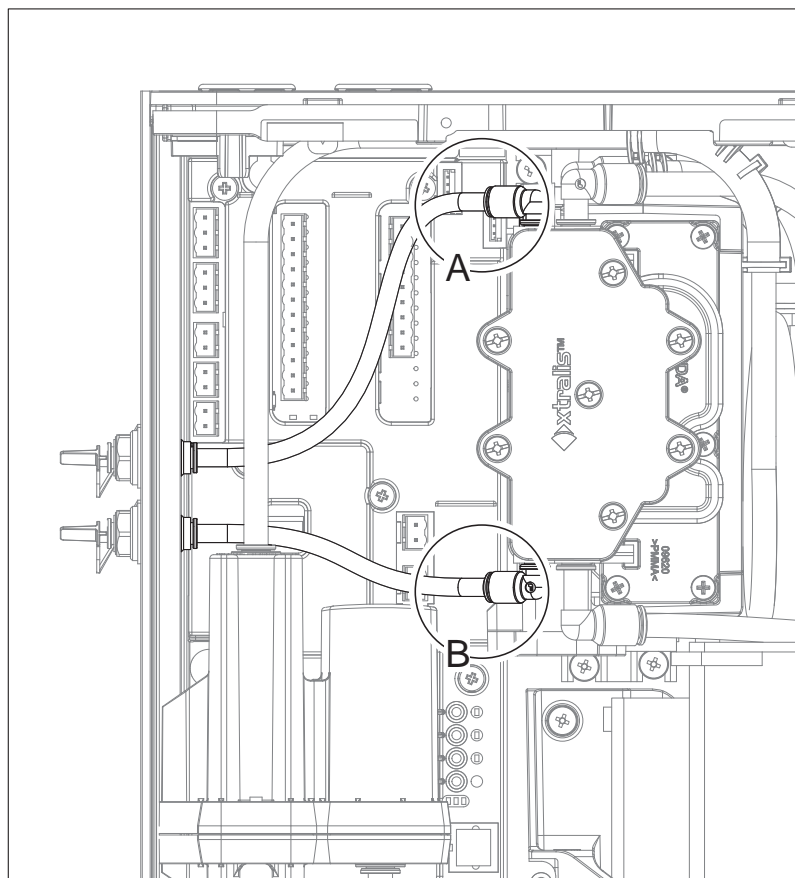
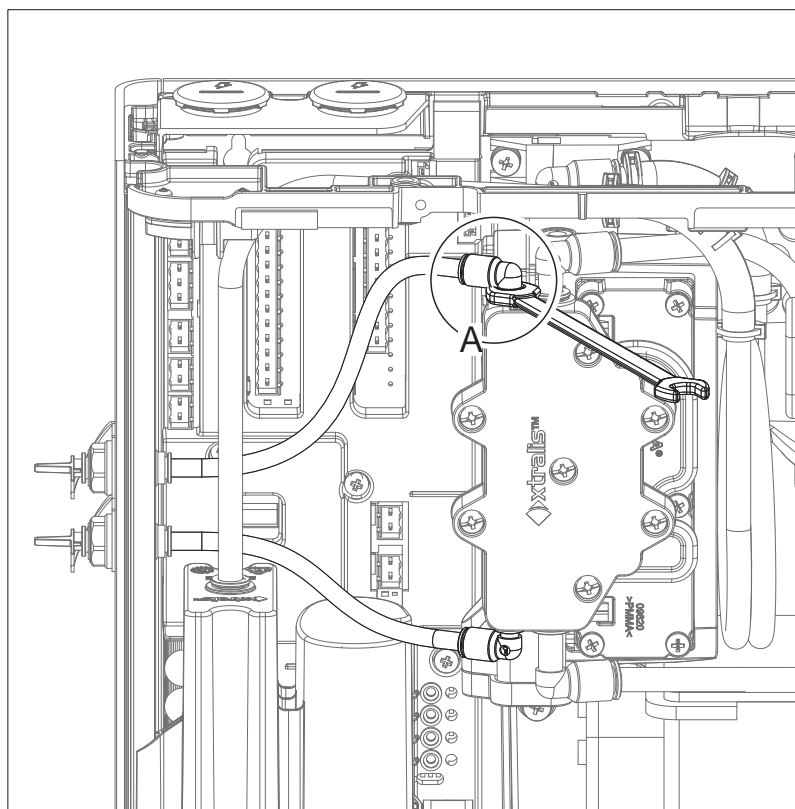

Рис. 7-26: Трубки для испытания по дыму
Рис. 7-27: Отсоединение трубок от патрубков для испытания по дыму
- Отсоедините патрубки для испытания по дыму (А и В), изображенные на Рис. 7-26, нажав черную кнопку с помощью гаечного ключа и потянув трубку, как показано на Рис. 7-27.